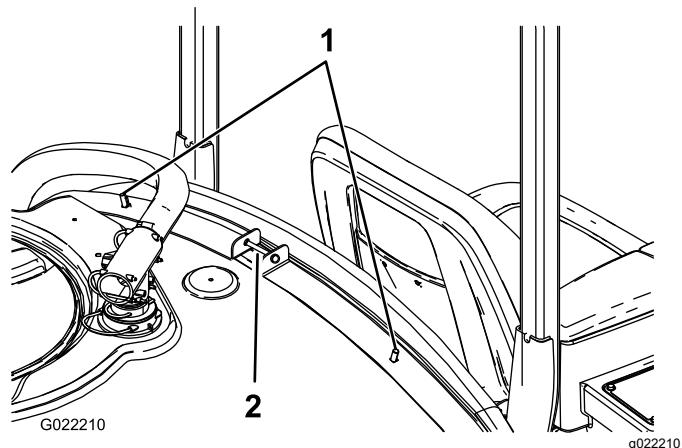

Bild 1
2. Setzen Sie zwei Schlossschrauben in die oberen Löcher auf der Innenseite der vorderen Behälterriemen ein (Bild 1).